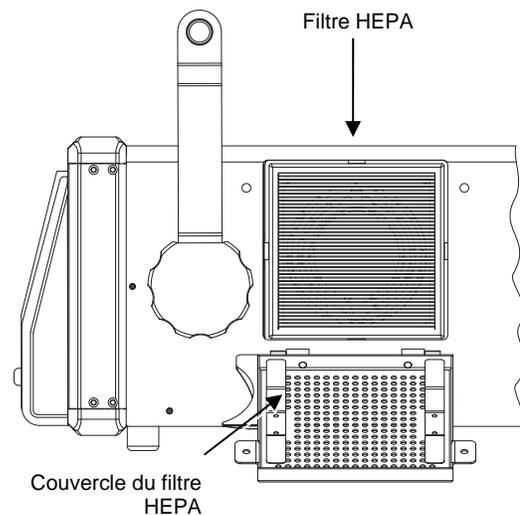

Figure 111 Emplacement du filtre HEPA
5. Ouvrir le couvercle du filtre pour accéder au filtre. Voir la Figure 111.